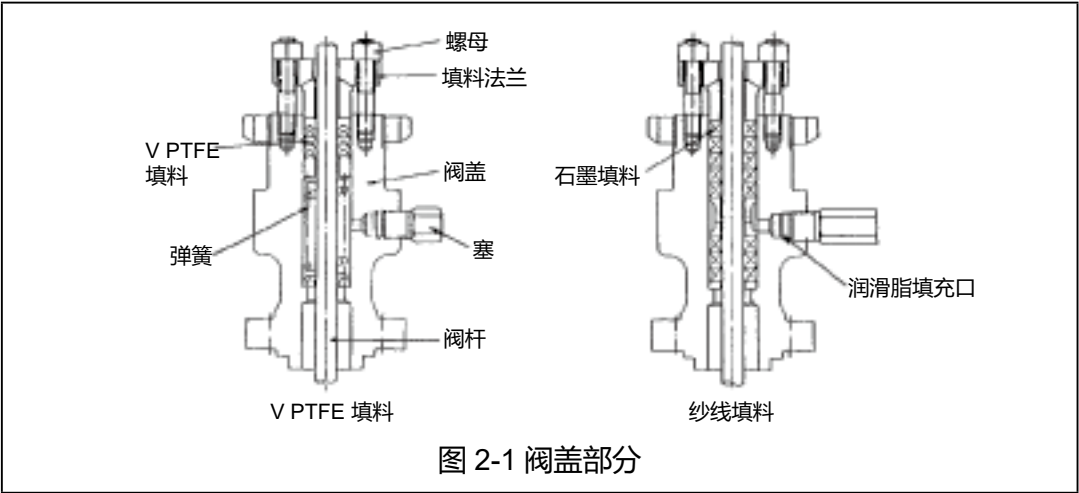

图 2-1 阀盖部分
- (1) 使用特殊工具（选配件）拧紧螺纹，将阀座圈牢牢固定到阀体上。有关紧固扭矩，请参见表 4-1。
- (2) 将阀芯固定到阀座圈上。（将润滑油“Neversize”涂抹到螺纹部分，禁油型阀门除外。）
- (3) 将阀盖放到阀体上，然后检查阀盖是否与阀体的凹陷处正确啮合：用力一致地拧紧各螺母，注意用力要均匀（交替拧紧对称位置的螺母）。有关紧固扭矩，请参见表 4-3。
- (4) 如图 2-1 所示插入填料。
- (1) 使用特殊工具（选配件）拧紧螺纹，将阀座圈牢牢固定到阀体上。有关紧固扭矩，请参见表 4-1 或 4-2。
- (2) 将阀芯固定到阀座圈上。（参见拆卸步骤。）
- (3) 将一个垫圈放在阀体内部，然后放上传环，盖住阀芯。（将润滑油“Neversize”涂抹到垫圈上，禁油型阀门除外。）
- (4) 将垫圈放在导环上。（将润滑油“Neversize”涂抹到垫圈上，禁油型阀门除外。）
- (5) 将阀盖放到阀体上，然后检查阀盖是否与阀体的凹陷处正确啮合：用力一致地拧紧各螺母，注意用力要均匀（交替拧紧对称位置的螺母）。有关紧固扭矩，请参见表 4-3。
- (6) 如图 2-1 所示插入填料。